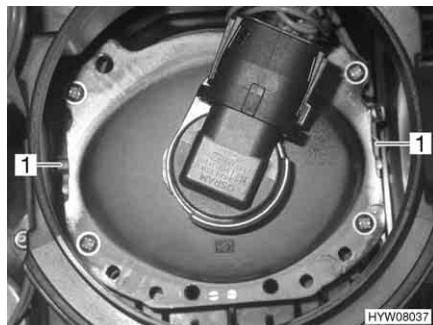
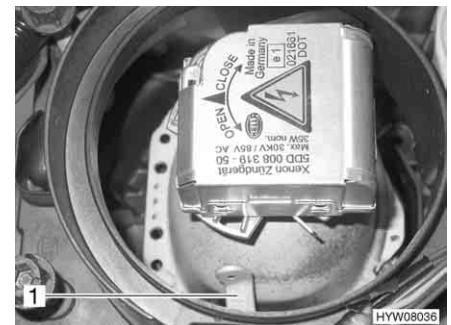

Fig. 200 Conversione dei fari anteriori
Fig. 201 Conversione dei fari anteriori (faro Xenon)
- Inclinare tutte le leve di conversione (Fig. 200,1 o Fig. 201,1) presenti sull'altro lato.